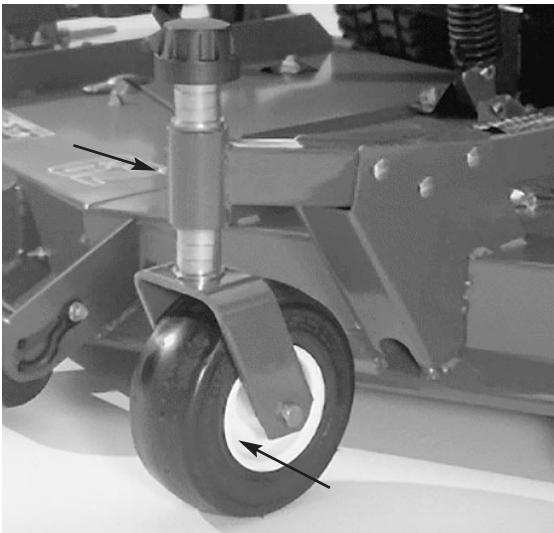
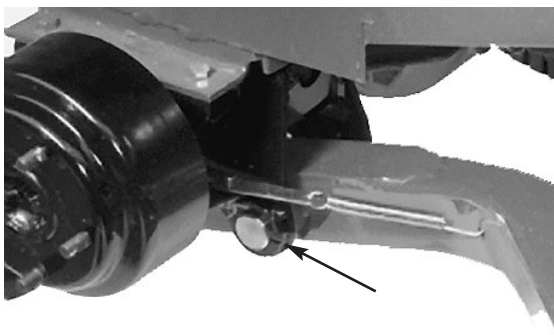
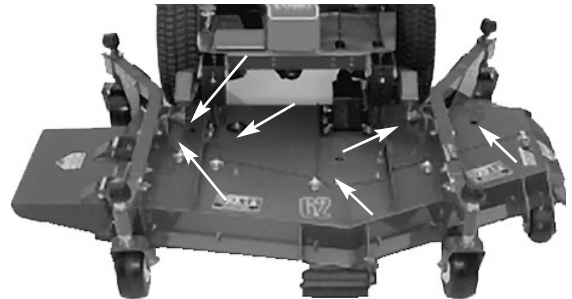

Bild 8
Bild 9
Bild 10
1. Das Schneidwerk ist mit Lagern und Büchsen ausgerüstet, die eingefettet werden müssen und die sich an den folgenden Stellen befinden: Büchsen – Laufradspindel vorne (Bild 8); Laufradlager vorne und hinten (Bild 8); Hubarmgelenkstifte rechts und links (Bild 9); Messerspindellager (Bild 10) und Kugelgelenke rechts und links (Bild 10).